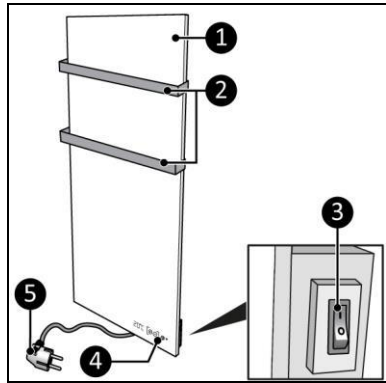
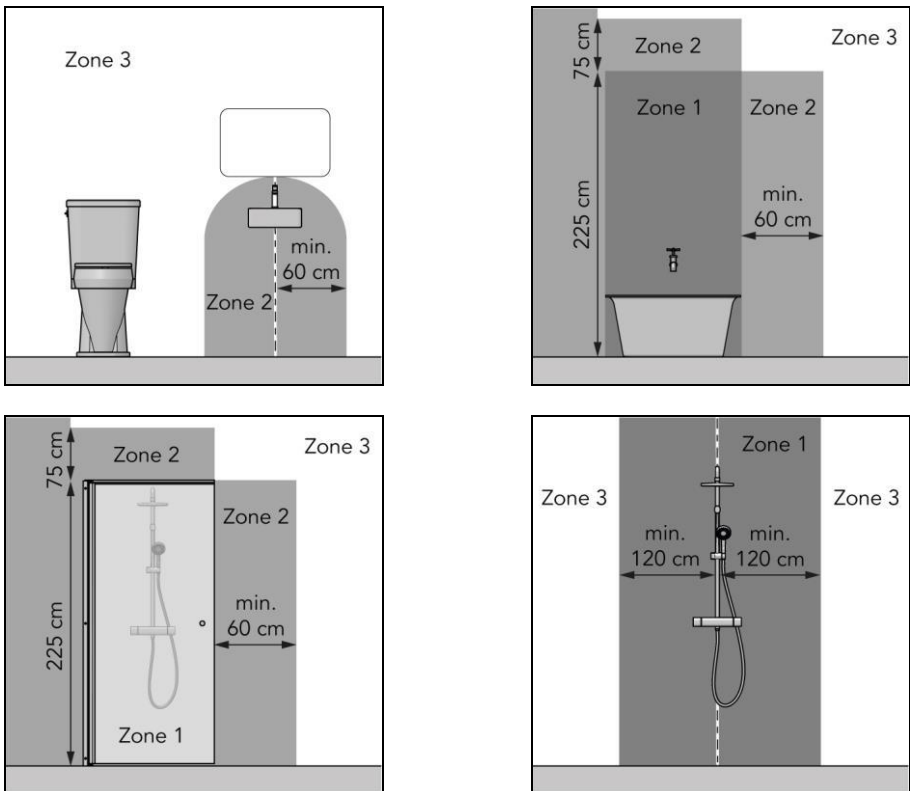

Abbildung 5
Abbildung 7
Die Sani Wi-Fi (Abbildung 5) ist eine einfach zu bedienende elektrische Badezimmerheizung für den Einsatz in Zone 3 des Badezimmers (Abbildung 7). Die Sani Wi-Fi kann mit der Eurom Smart App verwendet werden.
- in Zone 3 eines Toilettenraums oder Badezimmers mit Badewanne, Dusche mit Abschirmung und Dusche ohne Abschirmung (Abbildung 7);